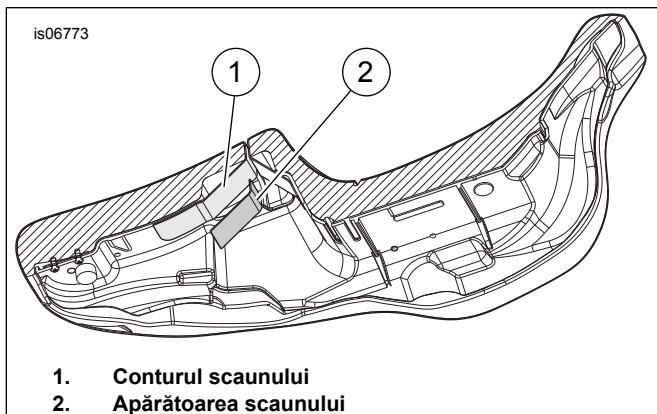

Figura 9. Partea inferioară a scaunului
13. Consultați Figura 9 . Observați forma suprafeței pe care apărătoarea scaunului (2) o va acoperi și modelați ușor apărătoarea pentru a se potrivi mai bine contururilor scaunului (1).